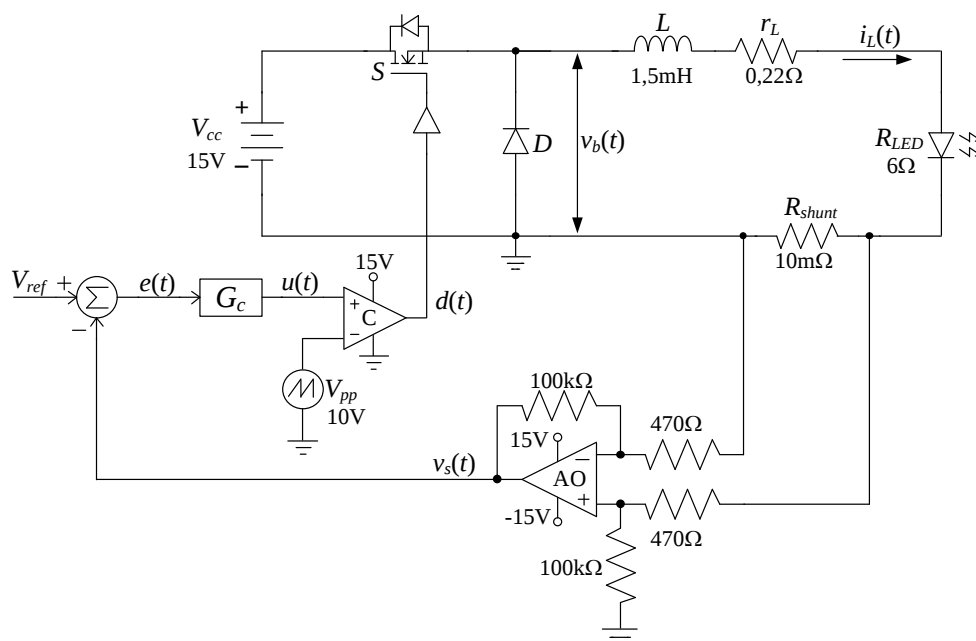

Figura 2. Circuito de control de un Convertidor CC-CC *Buck*.
En la Figura 2 se presenta un Convertidor CC-CC *Buck*, el cual posee una inductancia L como filtro de salida. Se desea controlar la corriente de un LED de potencia de manera que circule en forma constante el valor de 2 A.
- D) Verificar la simulación en PSIM utilizando el circuito de la Figura 2, presentando en gráficos
Nota: Para el controlador G_c indicado en la Figura 2, utilizar el bloque de FT denominado “*s-domain Transfer Function*”.